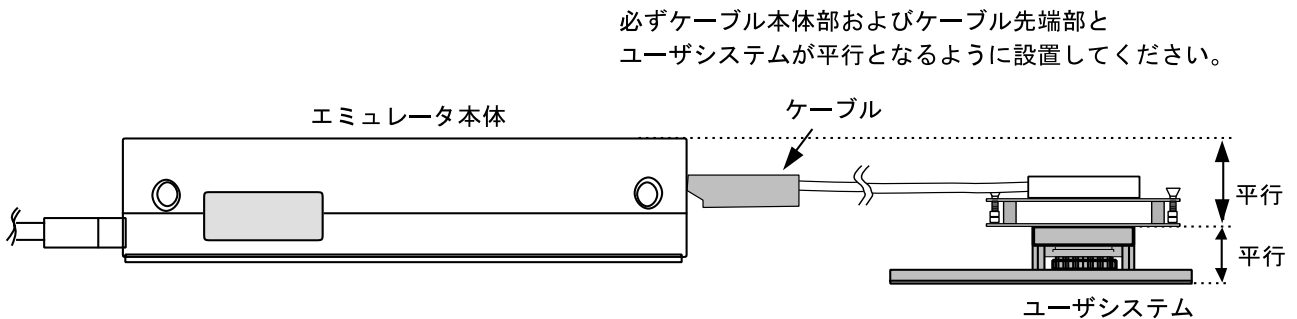

図10 設置例
- (1) ユーザシステムへの接続時には1ピン位置に十分注意して、誤接続は絶対にしないでください。
- (2) 本ユーザシステムインタフェースケーブルを使用する場合の推奨マウントパッド寸法は、MCU実装用マウントパッド寸法とは異なりますので注意してください。
- (3) 本ユーザシステムインタフェースケーブルは、HS2678REPI61Hエミュレータ専用ですので、他のエミュレータ本体には使用しないでください。
- (4) ケーブル本体部が断線する可能性がありますので、本ユーザシステムインタフェースケーブルの上に重いものや金属等の角の尖ったものを置かないでください。
- (5) ユーザシステムに接続した状態では、ユーザシステムインタフェースケーブル、特にケーブル先端部に無理な力が加わらないように注意する必要があります。図10の設置例を参照してご使用ください。